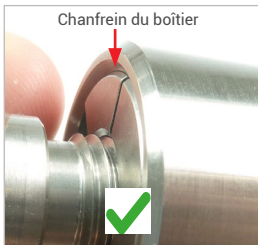

Figure 11
- ▶ Relâchez le bouton de soupape (Pos. 4). Le connecteur s'ajuste automatiquement à la pièce d'essai afin d'établir une connexion étanche. La surface plane des mâchoires de serrage est à la même hauteur que le chanfrein du boîtier (Figure 11).